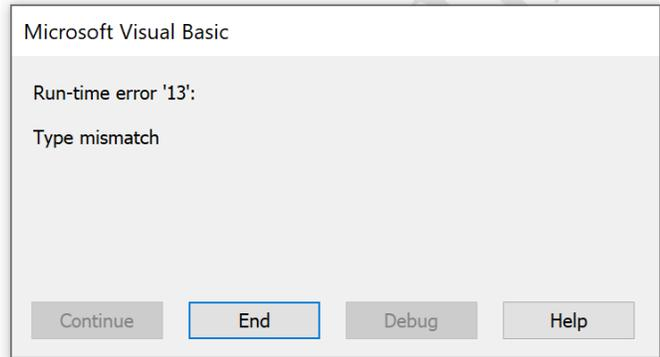

图 4-1. 类型不匹配错误
1. 尝试保存寄存器输出时收到一个错误，内容为“Run-time error '13': Type mismatch”。对于某些寄存器值也可以观察到“#N/A”（如图 4-1 所示）。
问题：尝试保存寄存器输出时收到一个错误，内容为“Run-time error '13': Type mismatch”。对于某些寄存器值也可以观察到“#N/A”（如图 4-1 所示）。